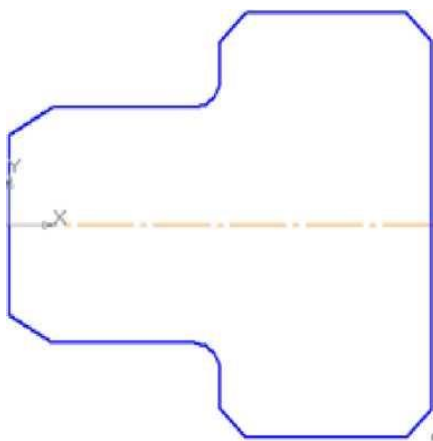

Рисунок 1
6. Выполните очерк нижней части детали. Команда **Симметрия** становится активной после выделения необходимых объектов, поэтому нажмите **Выделение - Секущей рамкой** . Расположите рамку выше осевой линии, в этом случае не произойдет выделение осевой линии. Нажмите кнопку **Симметрия**  на панели **Редактирование** . Кнопка **Оставлять исходные объекты** активна. На панели специального управления нажмите кнопку **Выбор базового объекта**, курсором укажите осевую линию и получите изображение, рисунок 1.